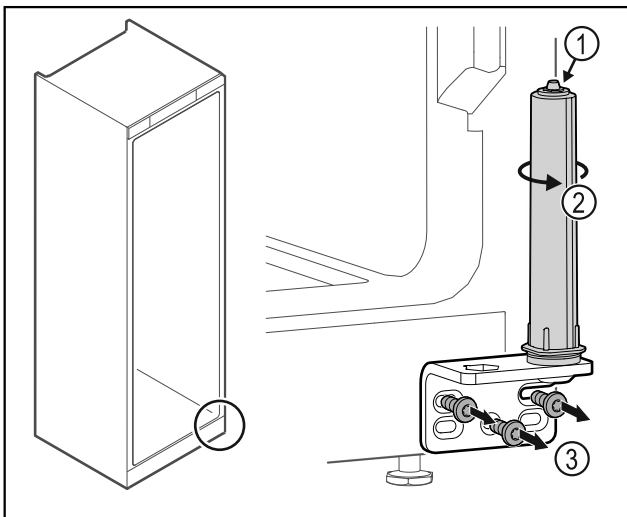

Fig. 35
► Ta inte isär dörrlåssystemet Fig. 35 (1).
- Vrid låssystemet Fig. 35 (2) tills det klickar.
- Skruva av gångjärnsfästet Fig. 35 (3).